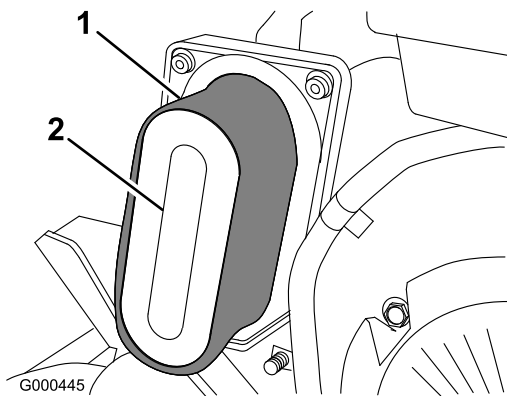

Bild 24
3. Entfernen Sie den Schaumeinsatz, wenn dieser verschmutzt ist, vorsichtig vom Papiereinsatz (Bild 24). Reinigen Sie ihn gründlich.